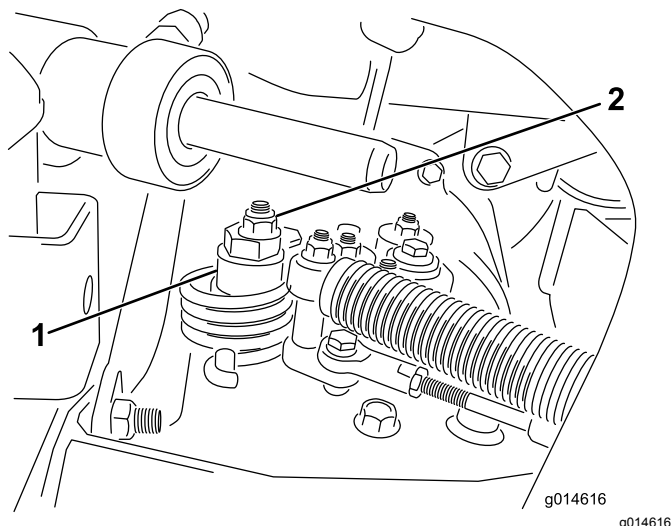

Figura 31
- A. Allentate il dado che fissa l'eccentrico alla parte superiore dell'igrostat (Figura 31).
- C. Fate girare l'eccentrico finché non riscontrate movimenti in alcuna direzione. Quando la ruota cessa di girare, serrate il dado di bloccaggio dell'eccentrico per mantenere la messa a punto (Figura 31). Verificate la regolazione portando l'acceleratore in posizione di MINIMA e MASSIMA.